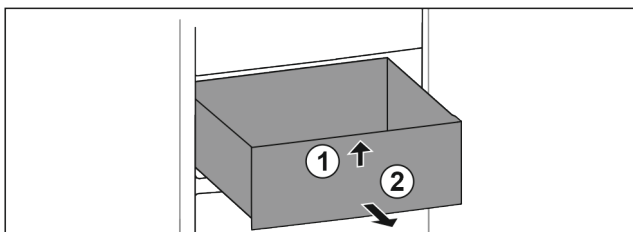

Fig. 188
- Ngrini lart sirtarin në pjesën përpara. Fig. 188 (1)
- Hiqeni sirtarin nga përpara. Fig. 188 (2)